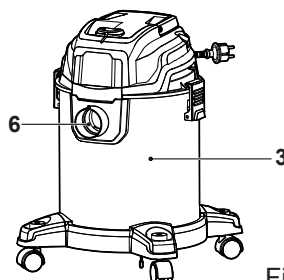

Fig. 22
Al aspirar en húmedo, compruebe el nivel de agua del depósito periódicamente. El nivel de agua debe estar por debajo de la entrada de aire (6) (Fig. 22). Vacíe el depósito (3) con regularidad si va a aspirar grandes cantidades de agua.